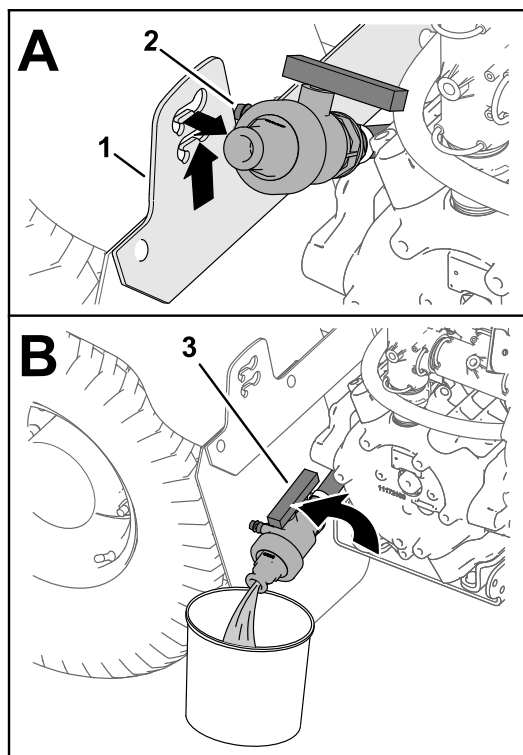

Рисунок 45
3. Поднимите клапан, чтобы его монтажные штыри вышли из пазов кронштейна сливного клапана, и переместите клапан назад (Рисунок 45А).
- Направьте конец клапана в сливную емкость и поверните ручку клапана в открытое положение (Рисунок 45В).
- Когда бак будет полностью опорожнен, поверните ручку сливного клапана в закрытое положение и установите клапан на кронштейн сливного клапана (Рисунок 45В и Рисунок 45А).